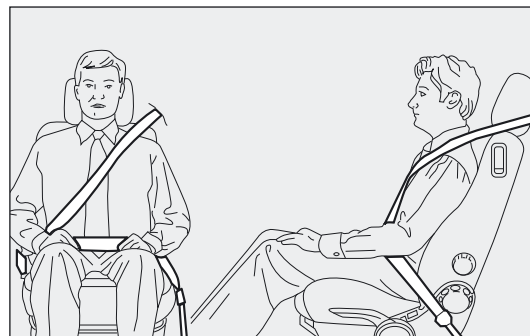

fig. 133
**De gordelband mag nooit gedraaid zijn. Het diagonale gordelgedeelte moet via het midden van de schouder schuin over de borst liggen. Het horizontale gordelgedeelte moet over het bekken fig. 133 en niet over de buik liggen. Gebruik geen voorwerpen (wasknijpers, klemmen enz.) die een goed aansluiten van de gordel op het lichaam verhinderen.**